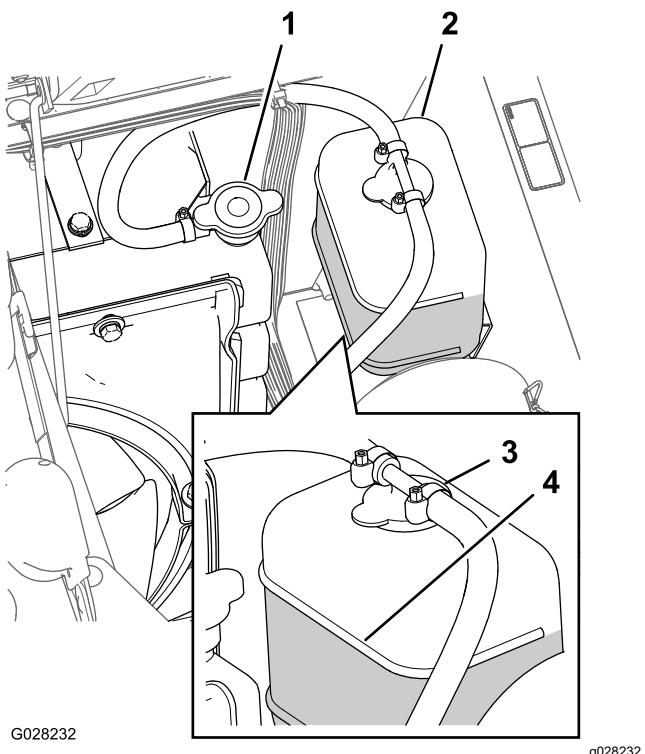

Bild 91
3. Schrauben Sie den Kühlerdeckel und den Deckel vom Ausdehnungsgefäß vorsichtig ab (Bild 91).
Hinweis: Der Kühler muss bis zur Oberkante des Füllstutzens, und das Ausdehnungsgefäß bis zur Voll-Markierung am Behälter gefüllt sein (Bild 91).
5. Wenn der Kühlmittelstand niedrig ist, nehmen Sie den Deckel des Ausdehnungsgefäßes und den Kühlerdeckel ab. Füllen Sie dann das Ausdehnungsgefäß bis zur VOLL-Markierung und den Kühler bis zur Oberkante des Einfüllstutzens (Bild 91).
6. Drehen Sie die Deckel wieder auf das Ausdehnungsgefäß und den Kühler auf (Bild 91).
2. Warten Sie, bis der Motor abgekühlt ist, und nehmen Sie dann den Kühlerdeckel ab (Bild 91).
6. Nehmen Sie den Kühlerdeckel ab (Bild 91).
8. Lassen Sie den Motor an, wenn der Deckel lose auf dem Kühler sitzt (Bild 91).
10. Wenn das Kühlmittel warm ist, füllen Sie Kühlmittel bis zur Dichtungsoberfläche des Deckels nach und drehen Sie den Deckel fest (Bild 91).
11. Nehmen Sie den Deckel des Ausdehnungsgefäßes ab und füllen Sie den Behälter bis zur Cold-Markierung mit Kühlmittel (Bild 91).